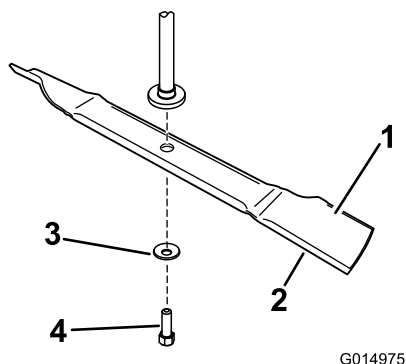

Figura 7
1. Montate la lama sull'asse del fusello (Figura 7).
2. Montate la rondella curva (lato concavo verso la lama) e il bullone della lama (Figura 7).